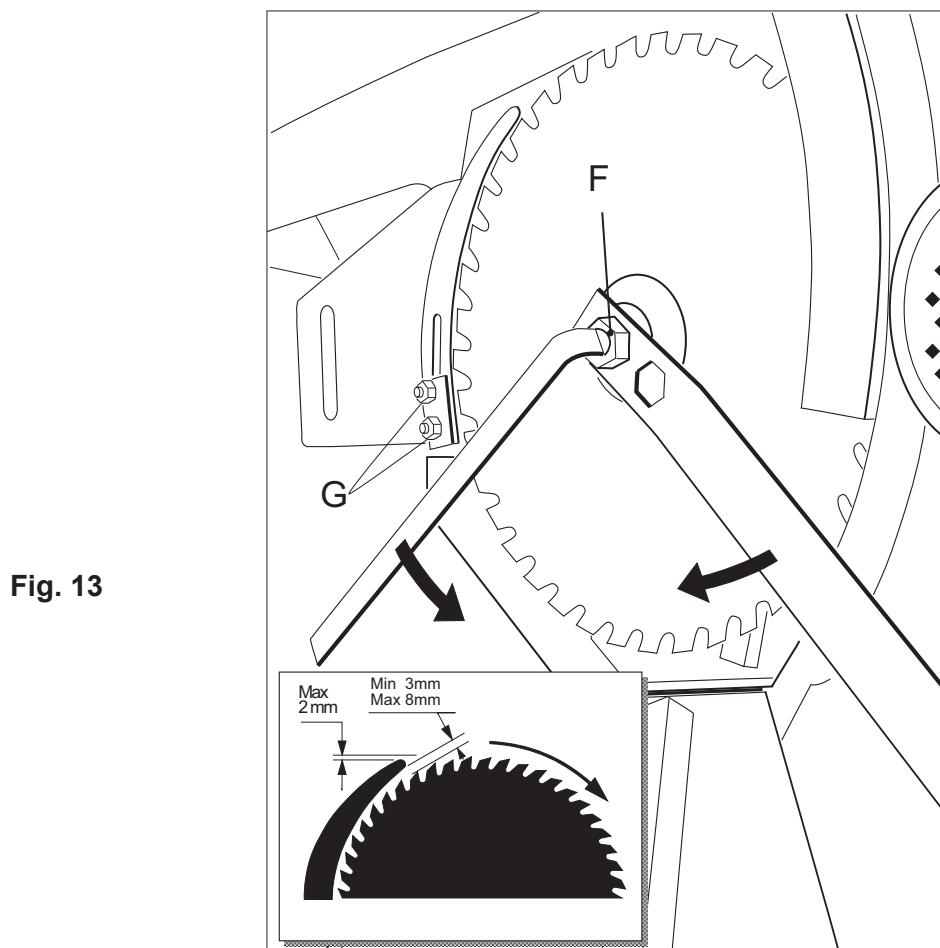

Fig. 13
- Sagbladdekselet åpnes ved hjelp av verktøy. Øvre beskyttelsesdeksel henges opp i lenken under sagbordet. Fjern sagbladet ved hjelp av medfølgende verktøy. Festemutteren **F** er **venstregjenget** og løsnes ved å skru "med klokka". Påse at dekselet på bladboksen er lukket etter at bladet er skiftet. Se *fig. 13*
- Spaltekniven må alltid være montert når sagen er i bruk. Justering av spaltekniven fremgår av *fig. 13*.